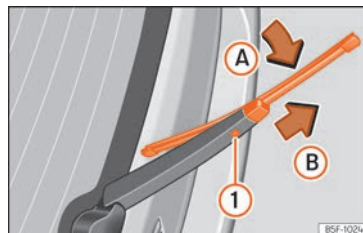

Fig. 85 Remplacement du balai d'essuie-glace arrière.
- Faites pivoter légèrement le balai d'essuie-glace » » **fig. 85** (flèche **A**).